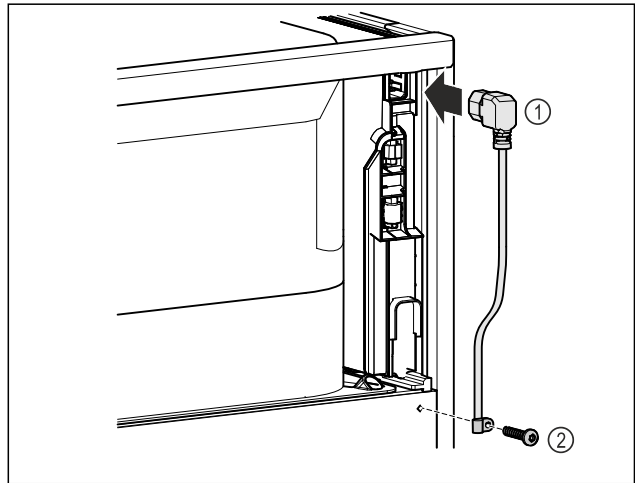

Fig. 8
- ▶ Вставте роз'єм «холодного підключення» кабелю підключення до мережі Fig. 8 (1) на задній стороні пристрою.
- ▶ Встановіть механізм для розвантаження кабелю від натягу Fig. 8 (2)